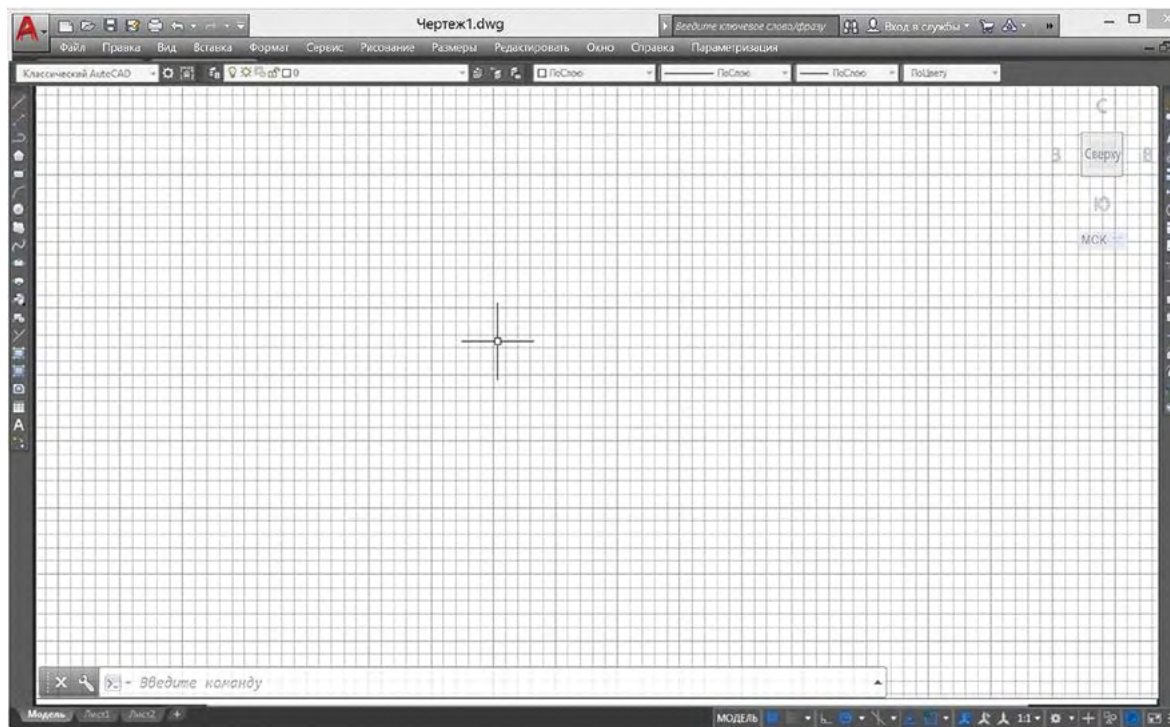

Рис. 5. Классический интерфейс
2. Создать свой файл шаблона для плоского черчения, в котором размеры оформляются по ГОСТу. Продемонстрировать результат (рис. 5).